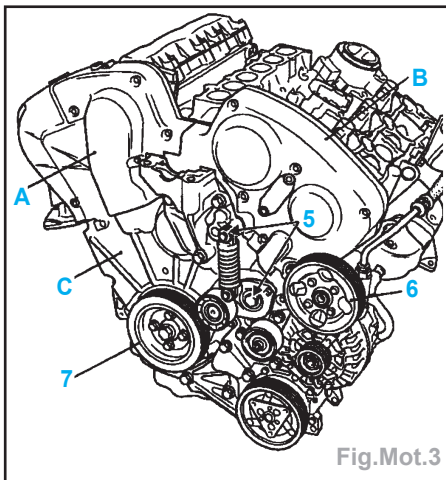

Fig.Mot.3
- Déposer (Fig.Mot.3) :
- le tendeur dynamique de courroie accessoires en (5),
- la poulie de pompe de direction assistée (6),
- les carters de distribution (A) et (B),
- la poulie de vilebrequin (7),
- le carter inférieur de distribution (C),